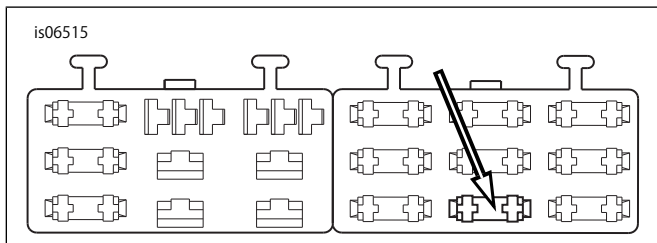

図6. 「オープン」ヒューズブロックキャビティ(2004年以降ダイナ)
4. 図6を参照してください。電装キャディに「OPEN」と表示してあるヒューズキャビティー(1)を見つめます。このキャビティーの片側にしかターミナルはありません。後ろ側から、オレンジ/白色アダプターワイヤーのターミナルをキャビティーのオープンサイドへ挿入します。止まるまで挿入してください。その周囲には工場出荷時に取り付け済みのターミナルが何本かありますので、そのうちの1本を基準にして、今挿入したターミナルの向きと深さを確認してください。